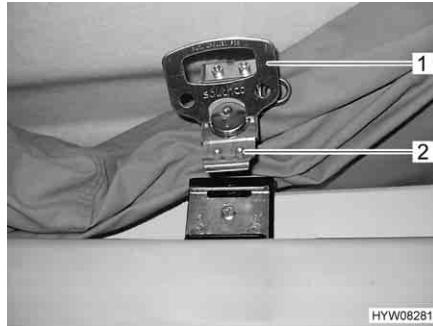

Bild 22 Schnellspannschloss, geöffnet
- Auf beiden Seiten den Griff (Bild 22,1) am Schnellspannschloss (Bild 22,2) eine halbe Umdrehung entgegen dem Uhrzeigersinn drehen. Die Verriegelung wird gelöst. Das Aufstelldach fährt ein kleines Stück nach oben und bleibt in dieser Position stehen.